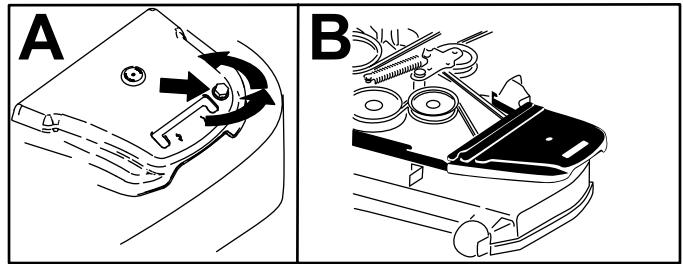

Figura 62
7. Rimuovete i copricinghia e i relativi bulloni (Figura 62).